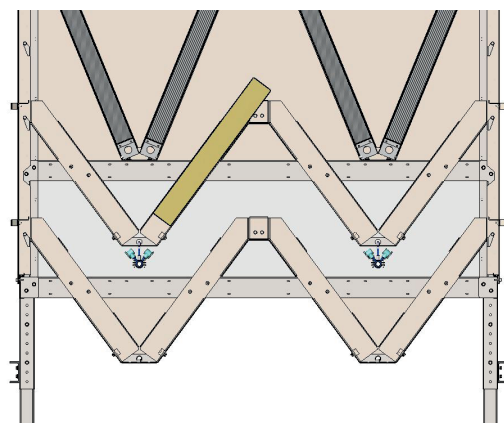

Рис. 3
- 3) Панель опускается по направляющим в лоток (Рис. 3)